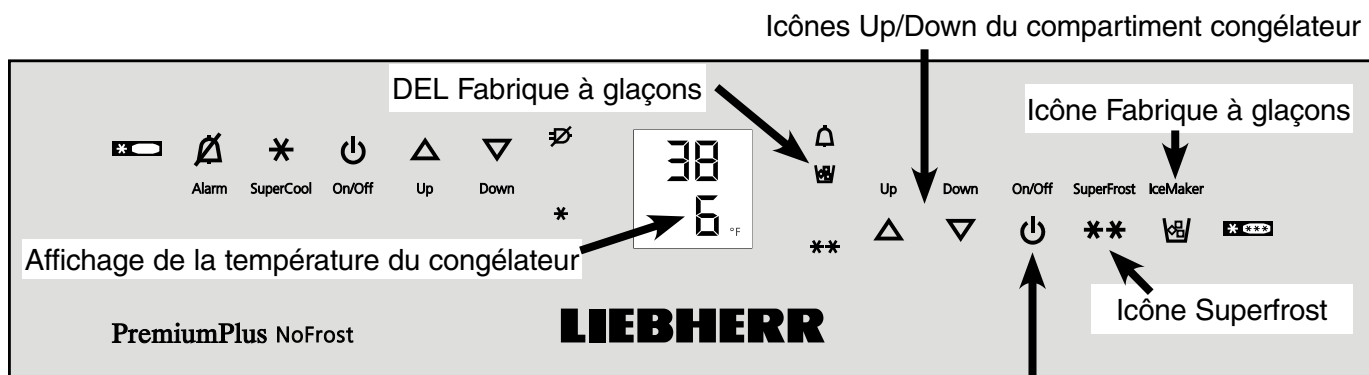

Figure 23
- Appuyer sur l'icône **Fabrique à glaçons** afin d'allumer la **DEL Fabrique à glaçons (Figure 23)**.